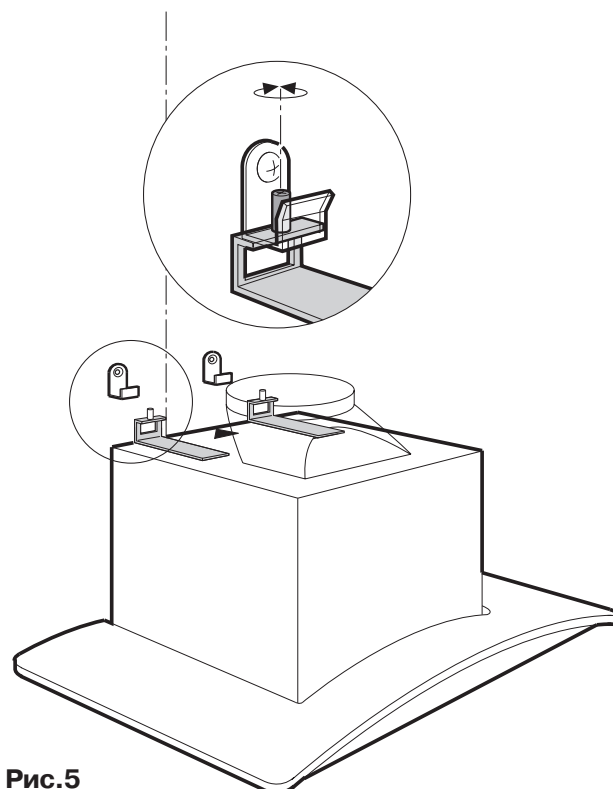

Рис.5
- Повесьте воздухоочиститель и отрегулируйте его положение с помощью винтов на крюках воздухоочистителя (рис. 5).